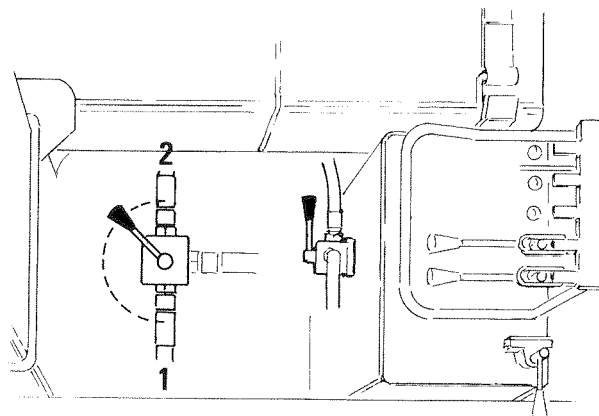

Fig. 6
Per escludere il funzionamento di un distributore quando è in funzione l'altro è stato inserito fra i due distributori un rubinetto (fig. 6) montato all'interno della traversa anteriore della gru sul lato dei doppi comandi.
A tap (fig. 6), mounted on the outrigger cross-member, double control side, allows the non simultaneous operation of the two distributors.
Un robinet (fig. 6), monté sur la traverse stabilisateurs, côté doubles commandes, permet le fonctionnement indépendant des deux distributeurs.
Ein Umschaltventil (Bild 6), einseitig am Kranfuss montiert, erlaubt die Bedienung der Steuerung unabhängig von einander.
- 2 - Controllare che la leva del rubinetto (fig. 6) sia in posizione (1) per il funzionamento del distributore per il comando degli stabilizzatori.
- 4 - Portare la leva del rubinetto (fig. 6) in posizione (2) per attivare il distributore per il comando della gru.
- 2 - Position tap lever (fig. 6) on (1) to operate the outrigger distributor function.
- 4 - Position tap lever (6) on (2) to activate the crane distributor function.
- 2 - Placer le levier du robinet (fig. 6) sur la position (1) pour commander les stabilisateurs.
- 4 - Placer le levier du robinet (fig. 6) sur la position (2) pour activer le distributeur commande gru.